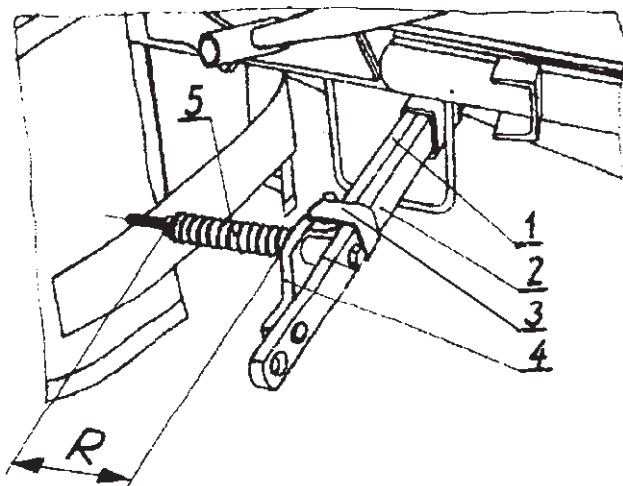

Рис. 4. Предохранитель косилки Z -178 в положениях:
- Рамы навески (1)
- Центрального шарнирного бруса (2) вместе с механизмом передачи привода (3)
- Главной несущей рамы барабанов (4)
- Барабанов режущего аппарата (5)
- Механизма кожухов (6)
- Предохранителя (Рис.4).